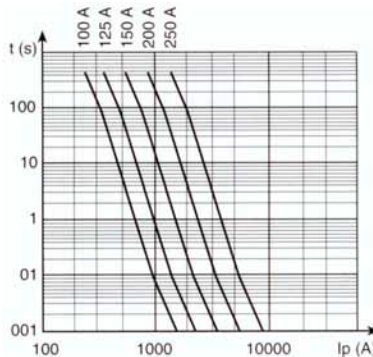
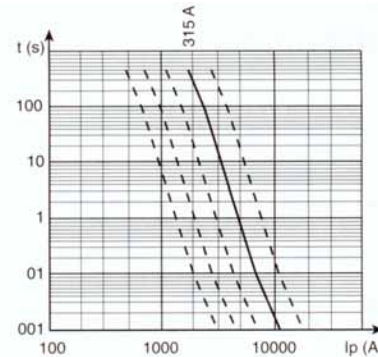

Fig. 1
Fig. 2
Las dos redes de curvas (Fig. 1 y 2), permiten las sobre intensidades admisibles para el contactor Rollarc 400 en servicio temporal y en servicio periódico.
- Servicio Temporal: dada la intensidad permanente I_p se determina la duración máxima T_s de una sobre intensidad I_s siguiendo la línea 1 (Fig. 2).
Se determina el 4º parámetro siguiendo la línea 2 (Fig. 1 y 2).
Las curvas de fusión de los cortacircuitos fusibles **FUSARC CF** (Fig. 1) y **FERRAZ** (Fig. 2), que figuran a continuación, representan valores medios con una tolerancia sobre la intensidad eficaz I del ± 10%.